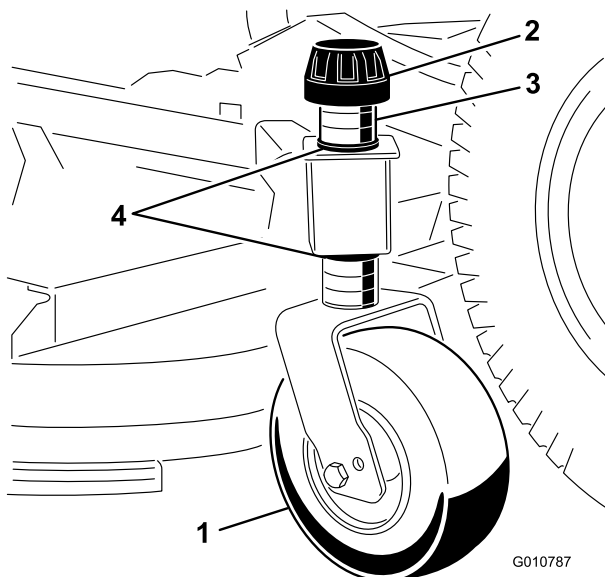

図9
1. ゲージホイールをカッティングデッキのブラケットに固定しているテンショニングキャップを外す【図9】。